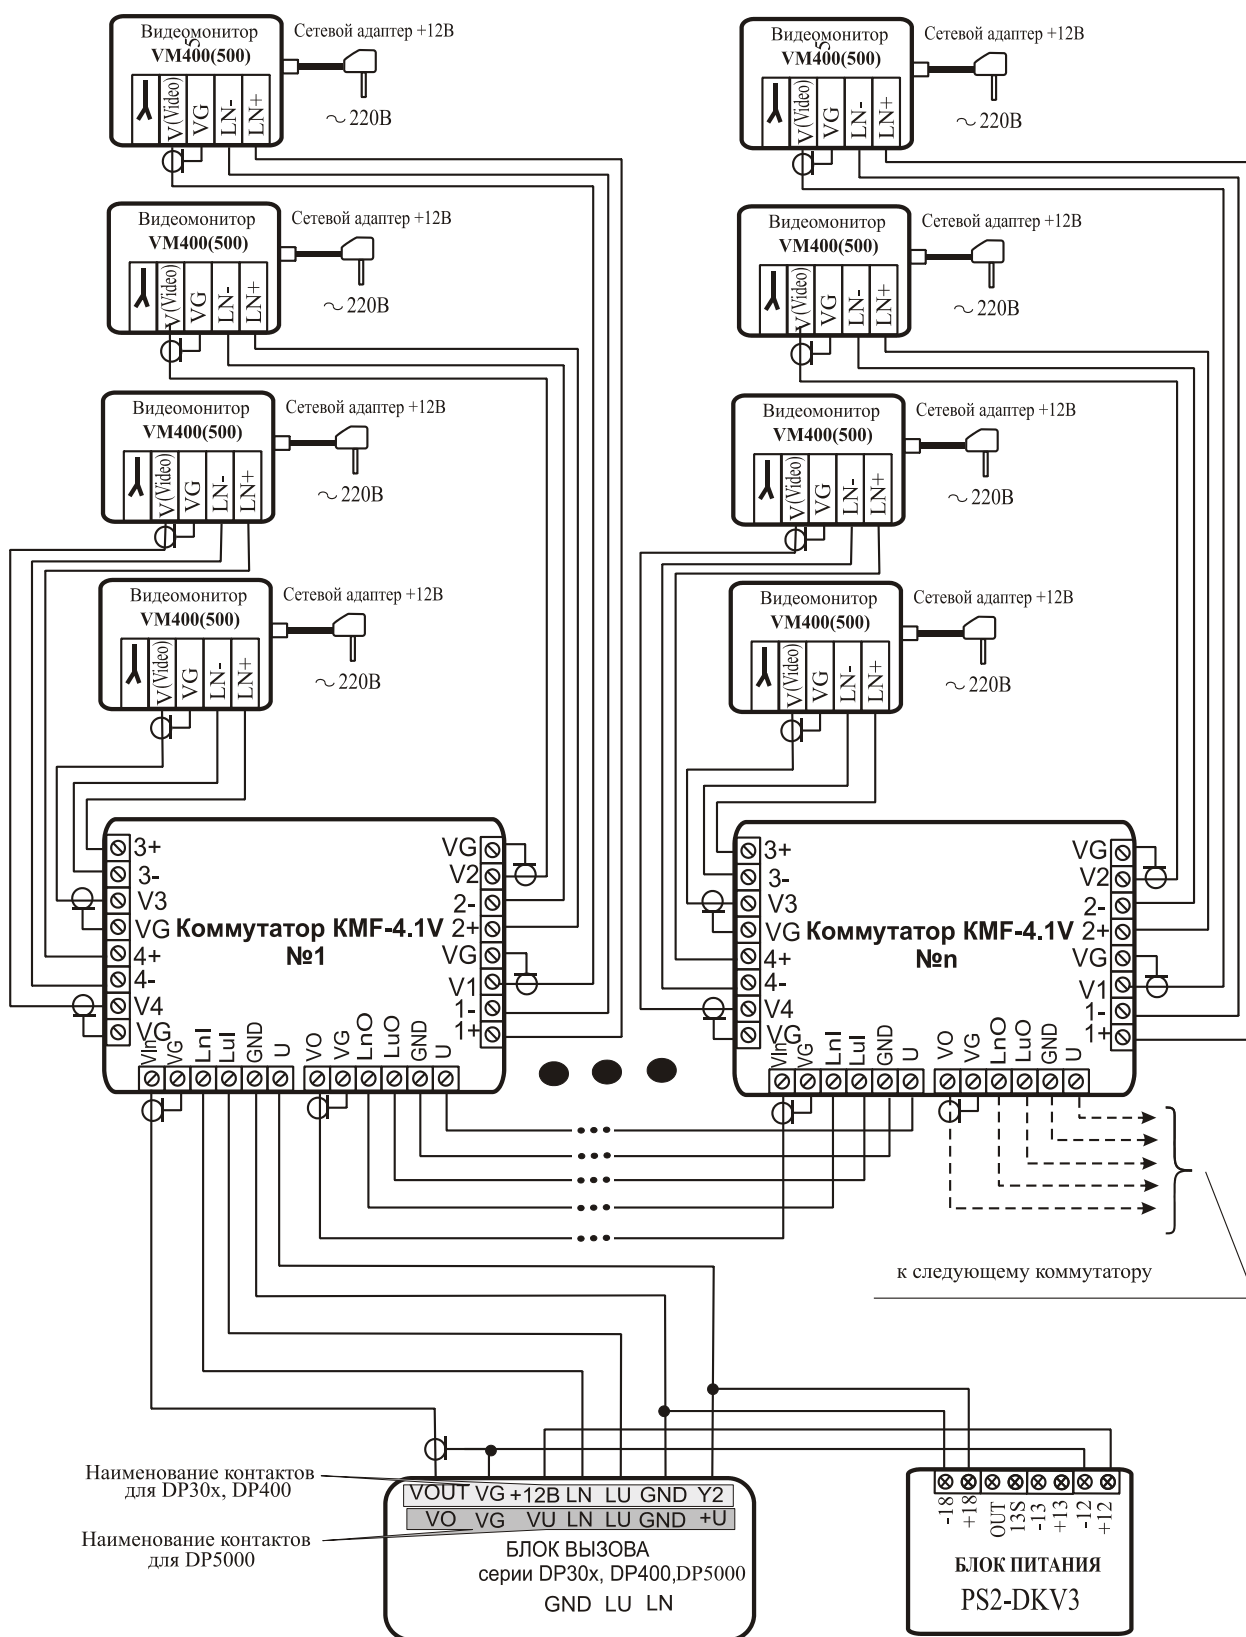

Рис.3 Схема подключения коммутатора этажного комбинированного
7.2.5 С блоком вызова коммутаторы соединяются по трехпроводному кабелю для аудиосигнала (LN,LU,GND) и по коаксиальному кабелю с волновым сопротивлением 75 Ом для видео (VOUT,VG), как показано на монтажной схеме рис.3.
7.2.6 С видеомониторами коммутатор соединяется согласно приведенной монтажной схеме (рис.3) по двухпроводному кабелю для аудиосигнала (п.7.2.8) и коаксиальному кабелю для видео (п.7.2.8).
7.2.7 Подключение коммутаторов в составе домофонных комплексов серии DP30х, DP400 и DP5000 представлено на рис.3.